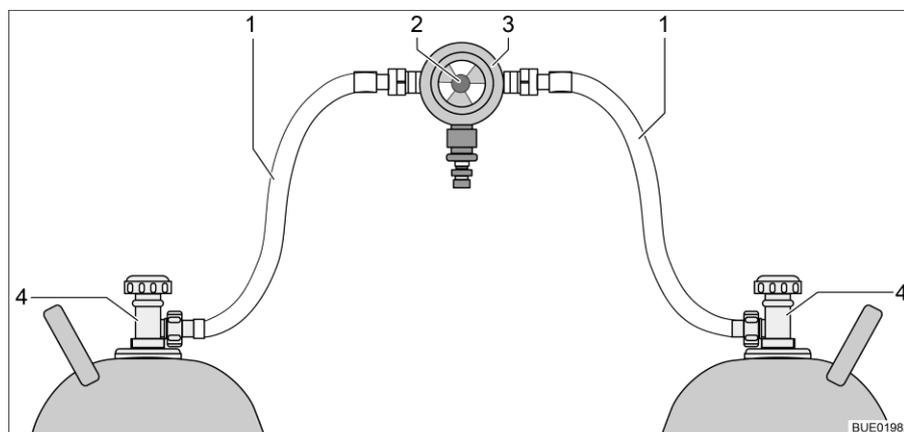
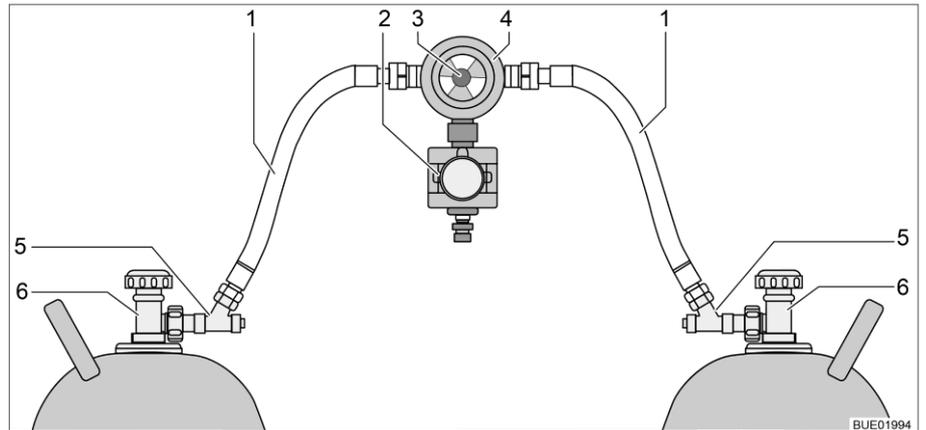

Fig. 39 Impianto di commutazione per bombole del gas
Fig. 40 Impianto di commutazione per bombole del gas con CPU
L'impianto di commutazione per bombole del gas è formato da un regolatore di pressione del gas combinato con valvola di commutazione e indicazione (Fig. 39,3). L'impianto di commutazione per bombole del gas è montato tra i due tubi del gas (Fig. 39,1).
L'impianto di commutazione per bombole del gas è formato da un regolatore di pressione del gas combinato con valvola di commutazione e indicazione (Fig. 40,4) e una elettrovalvola (Fig. 40,2). In caso di frenata brusca, incidente o inclinazione straordinaria, l'elettrovalvola blocca l'alimentazione del gas al veicolo. L'impianto di commutazione per bombole del gas è montato tra i due tubi del gas (Fig. 40,1) con dispositivi antirottura del tubo flessibile (Fig. 40,5).
L'impianto di commutazione per bombole del gas garantisce una pressione del gas costante, indipendentemente da quale bombola provenga l'alimentazione del gas. L'indicatore nella valvola di commutazione indica il livello di riempimento della bombola in uso. Se l'indicatore è verde, il rifornimento di gas viene fatto dalla bombola in uso. Quando l'indicatore è rosso, la bombola in uso è vuota. Il rifornimento di gas avviene poi tramite la bombola di riserva. Con la manopola (Fig. 39,2 o Fig. 40,3) sull'impianto di commutazione per bombole del gas è possibile stabilire quale delle bombole del gas viene utilizzata come bombola in uso e quale come bombola di riserva.
Sulla centralina di controllo (Fig. 41) possono venire azionate solo le funzioni elettriche. Le valvole principali di arresto delle bombole del gas (Fig. 39,4 o Fig. 40,6) devono essere aperte manualmente.
- Aprire le valvole principali di arresto delle bombole del gas (Fig. 39,4 o Fig. 40,6).
- Premere i dispositivi antirottura del tubo flessibile (Fig. 40,5) uno dopo l'altro per 10 secondi.
- Con la manopola (Fig. 39,2 o Fig. 40,3) sull'impianto di commutazione selezionare la bombola del gas, da cui deve provenire la principale alimentazione del gas (bombola in uso). Girare la manopola fino all'arresto.
- Chiudere le valvole principali di arresto delle bombole del gas (Fig. 39,4 o Fig. 40,6).